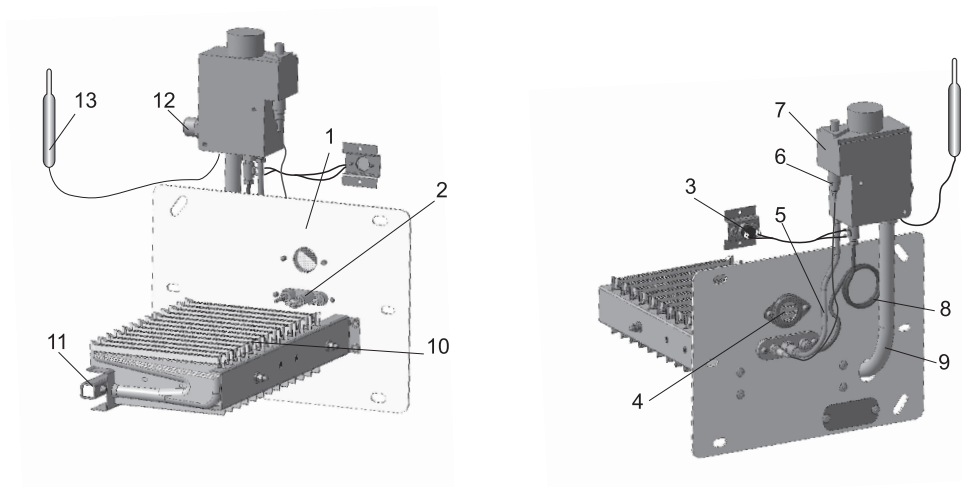

Рис. 1
• Термобаллон 13 (рис. 1 , 2) встановити і закріпити у верхній частині водяного кожуха котла, перед тим заливши машину масло в стаканчик термобалона.